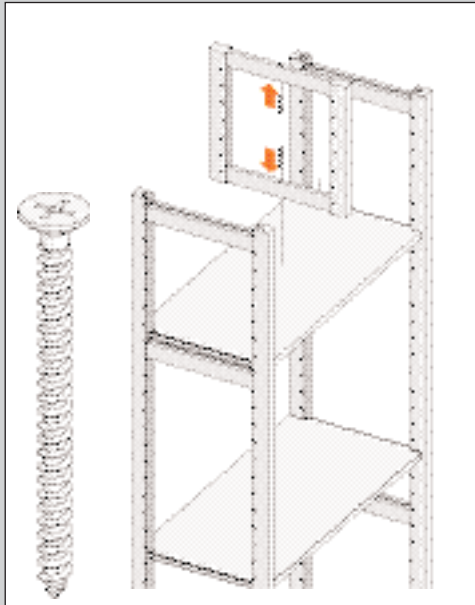

ABBILDUNG 88
2. Schrauben Sie den Unterteilungsständer mit zwei Schrauben im Fachboden fest (siehe Abb. 88).